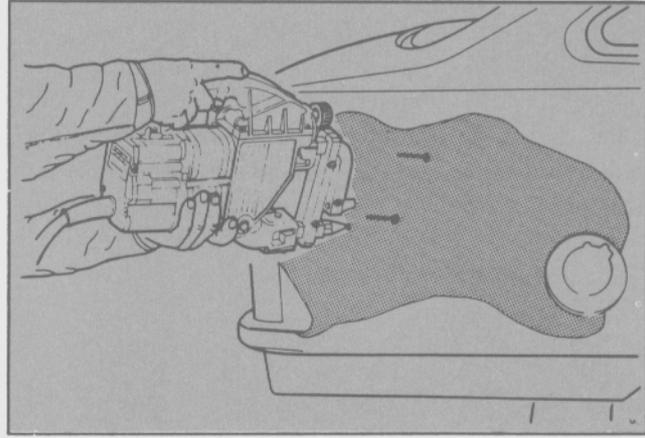
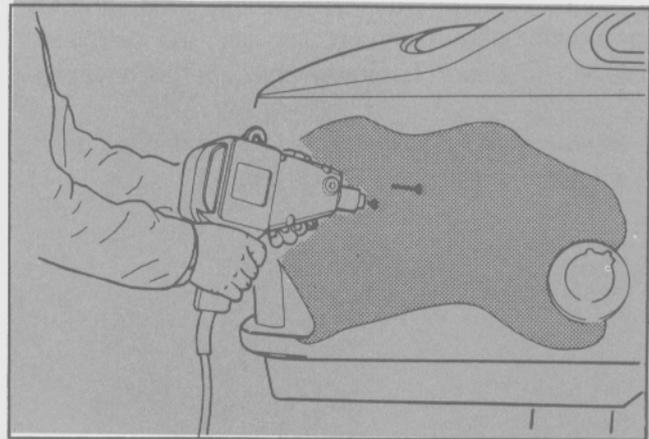

Fig. 19
Fig. 20
- Soldar varios botones en el panel dentro de la zona marcada según la amplitud de los daños. La operación se realiza con una pistola de soldadura por puntos con aditamento especial (Fig. 19) o una pistola especial para soldadura de botones. (Fig. 20).